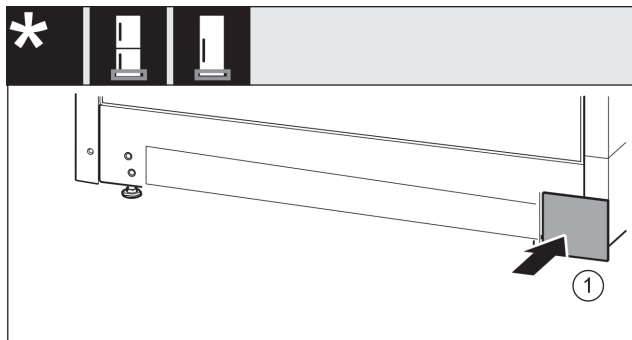

Fig. 20
- Ponovno natakните poklopac Fig. 20 (1) na drugu stranu.